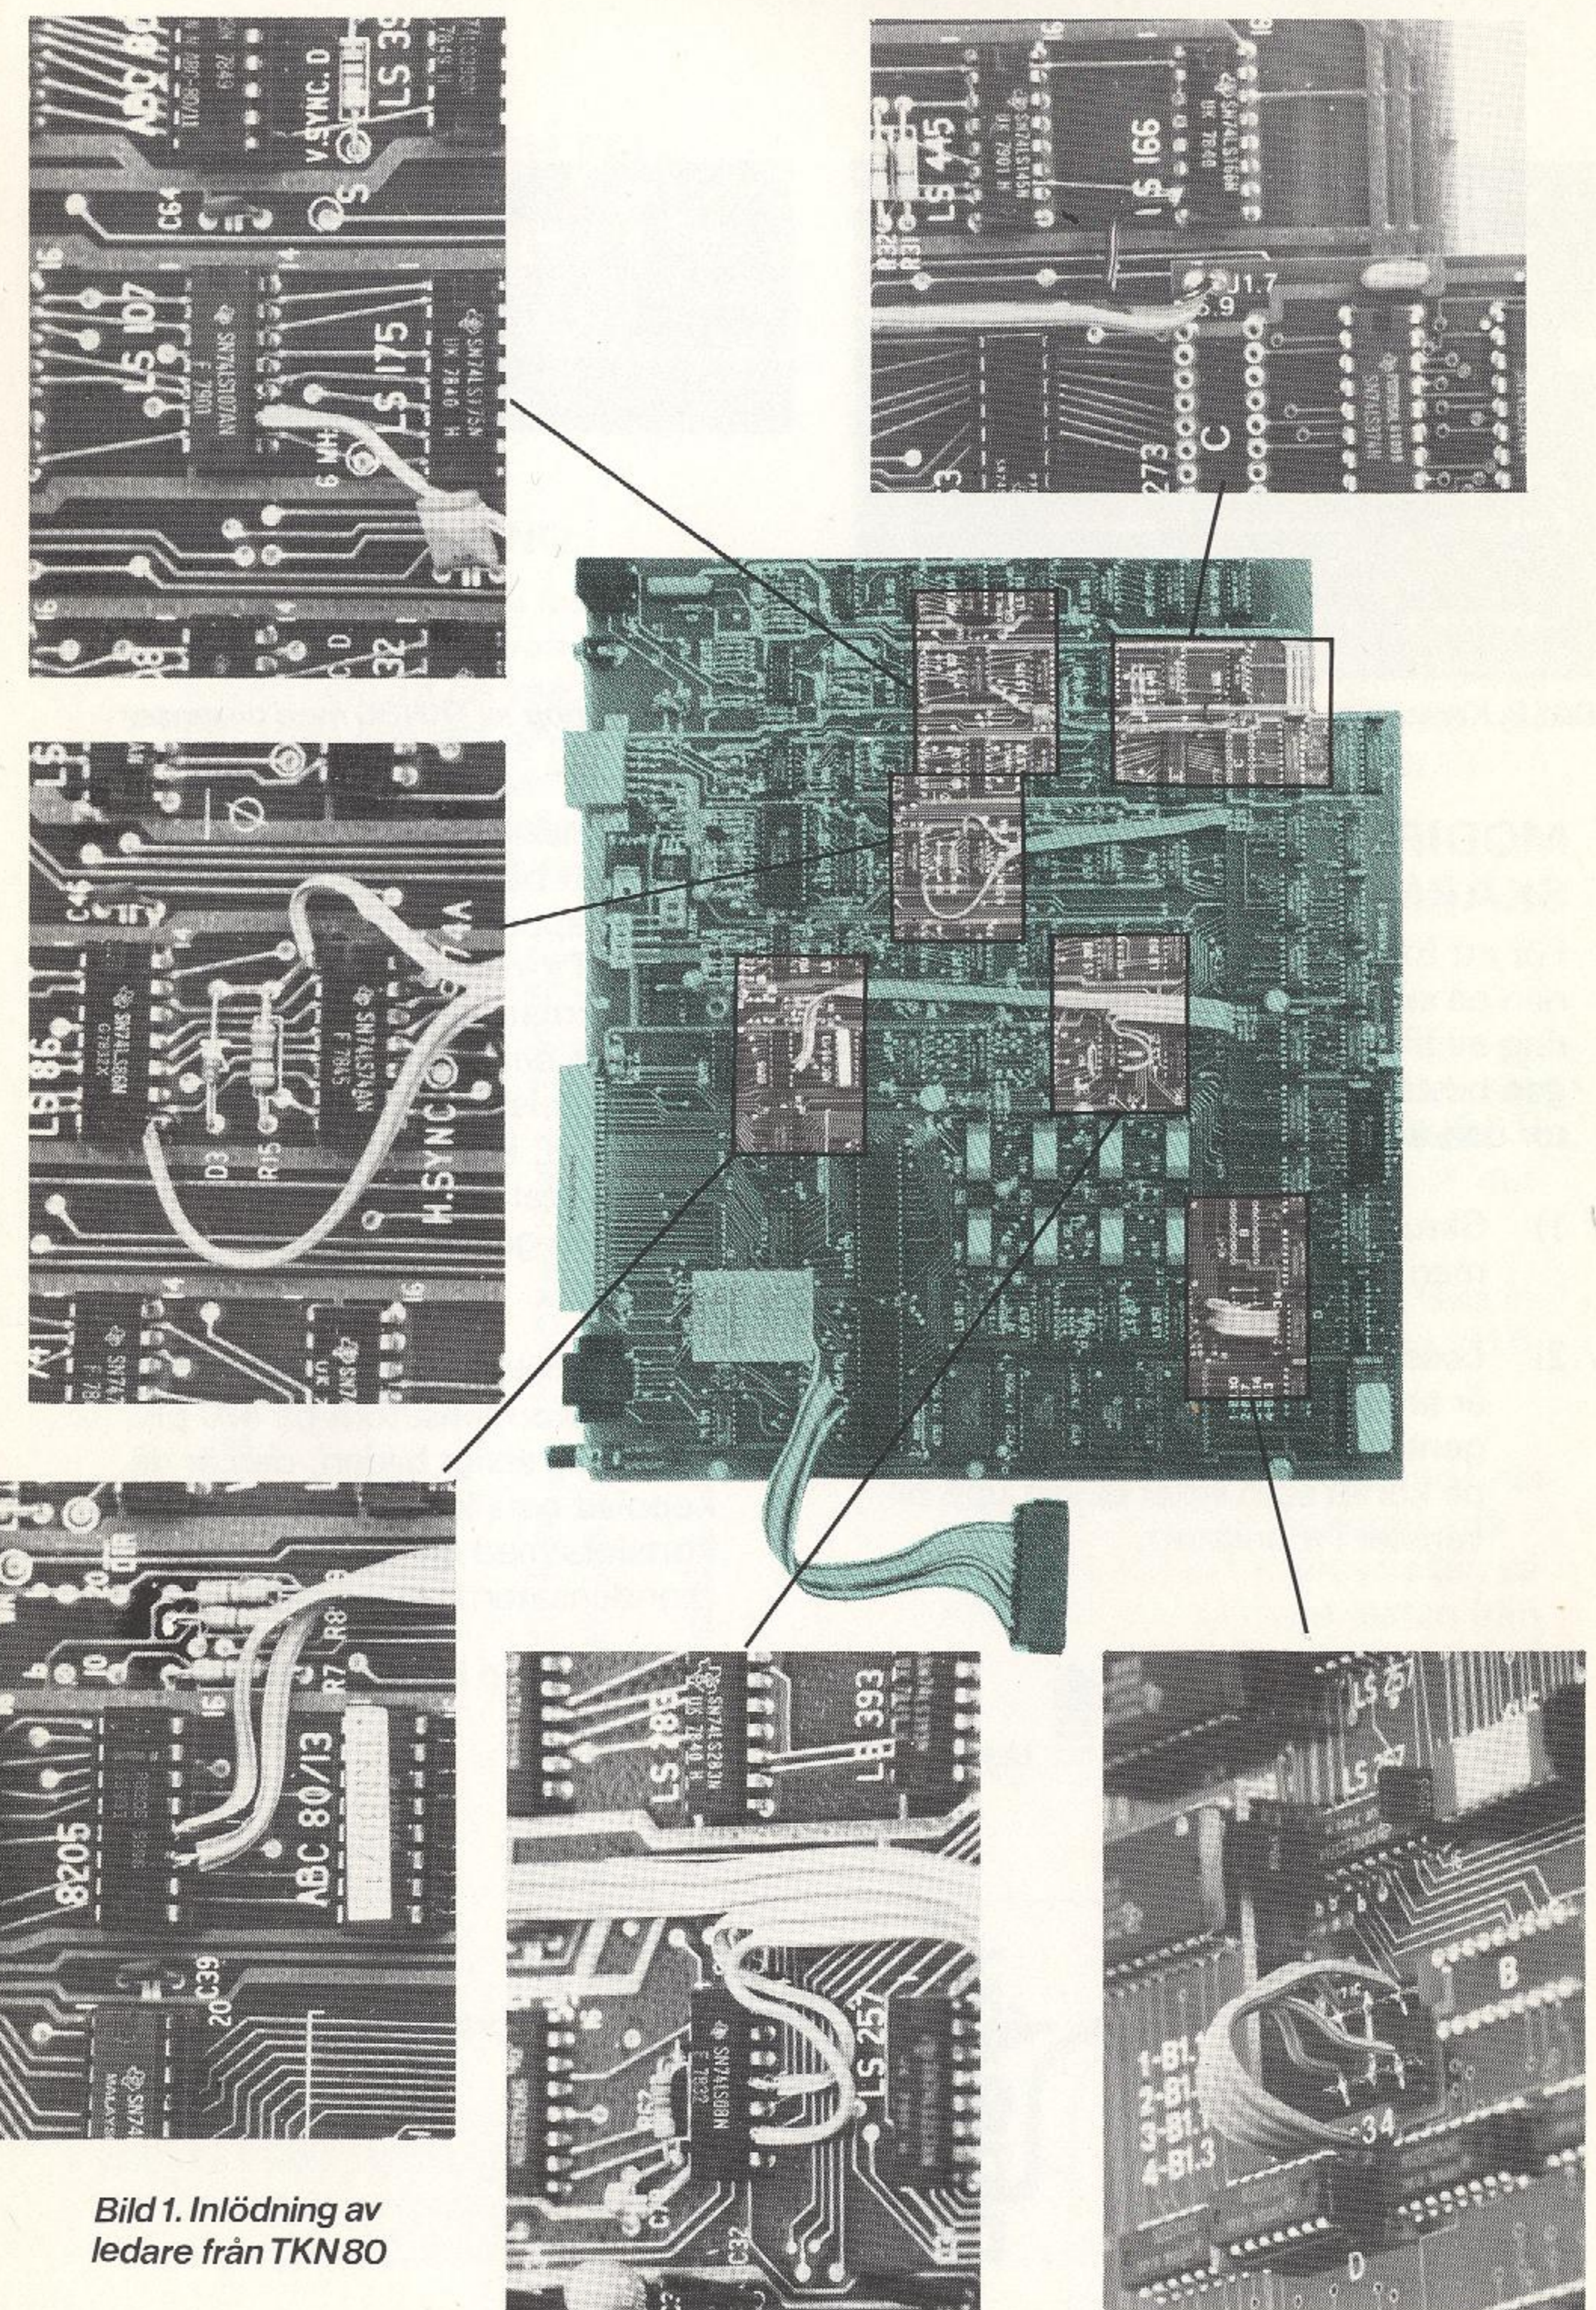

Bild 1. Inlödning av ledare från TKN80
- ✓ 15) Löd in följande ledare från TKN80 till kretskortet i ABC80. Ledarna är uppräknade som de sitter från vänster till höger. Se också bild 1.